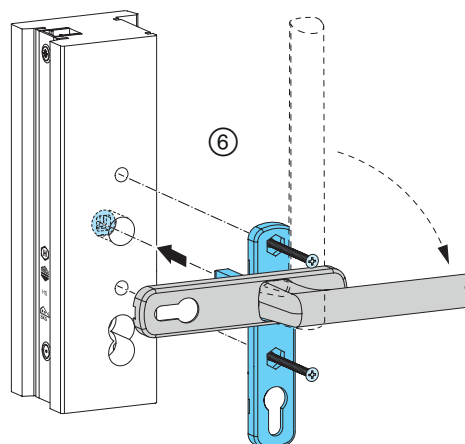

Abb. 42
- ⑥ Griff mit Griffrosette 90° verdrehen, Griffeneinheit mit Getriebe koppeln und mittels Senkkopfschrauben M6 x ... durch Getriebe mit Muschelgriff verschrauben; **Abb. 42**.